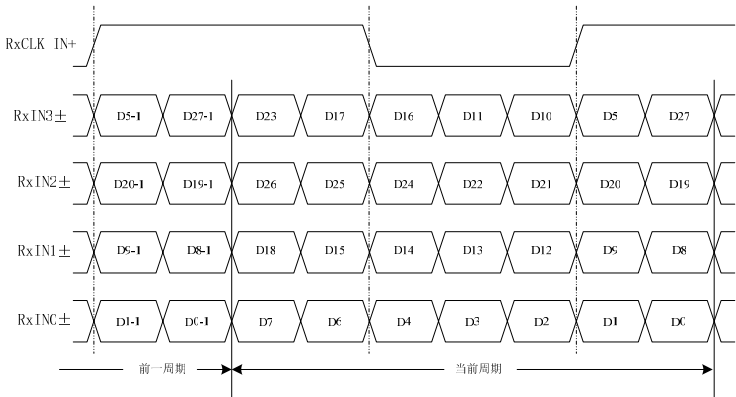

图 4 GM8284DR 输入串行数据流与同步时钟关系图
1) 输入的 4 路串行数据流与时钟为同步关系，对应的数据与时钟的时序关系如下图 4 所示：